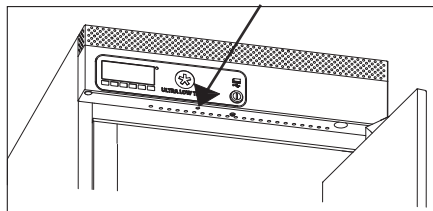

fig. 7
2. Utilisez un stylo pour activer le système de batterie de secours par le trou montré à la fig. 7